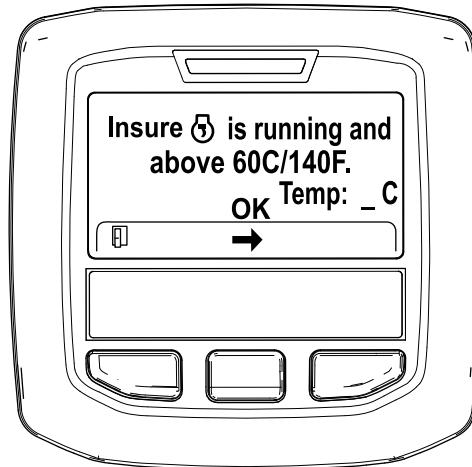

図 29
5. 冷却液の温度が 60°C (140°F) 未満の場合には、Insure ⑤ is running and above 60C/140F エンジン作動と冷却水を確認と表示される図 29。 インフォセンターの上で冷却水温度を確認し、温度が 60°C (140°F) になるまでフルスロットルでエンジンを回転させてから中央ボタンを押す。